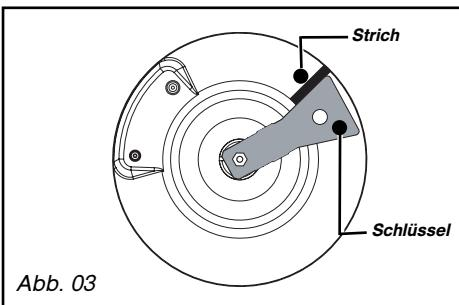

Abb. 03
In einer vorhandenen Installation kann ein Schlauch mit Rohrschellen (gemäß der Norm XP D 36-110) und einer Lebensdauer von 5 Jahren verwendet werden. In diesem Fall muss ein Schlauchstutzen verwendet werden und ein Dichtring zwischen Schlauchstutzen und Rohrbogen des Kochfelds eingesetzt werden (Abb. 03).
- Den Schlüssel im Uhrzeigersinn drehen, bis dieser Strich auf der anderen Seite erscheint (Abb. 03).